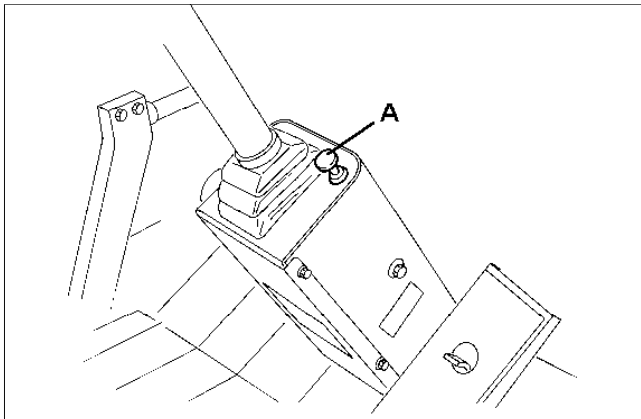

Fig.17
1. Betätigungsknopf (A Bild 17) für Fahrpedalanschlag ziehen und so den vollen Pedalweg freigeben.
1. Betätigungsknopf (A Bild 17) für Fahrpedalanschlag hineindrücken und so den Pedalweg begrenzen.
1. Tirare il comando di arresto del pedale della trazione (A Fig. 17) perché quest'ultimo disponga del completo movimento per la marcia avanti.
1. Premere il comando di arresto del pedale della trazione (A Fig. 17) per limitare il movimento del pedale.